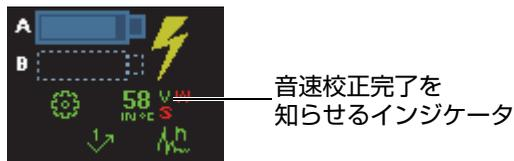

図 5-5 音速の校正後の緑色の音速インジケータ (V)
- これで、超音波音速の校正は完了です。画面下部左の部分にある、音速校正インジケータ (V) が緑色に変わります（132 ページの図 5-5 参照）。